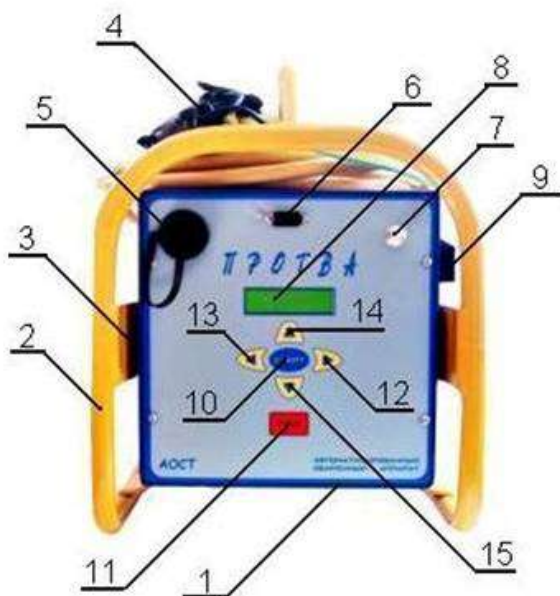

Рис.1. Аппарат «Протва» вид спереди.
10.5. Для записи архива сварных соединений на переносной USB флеш накопитель вставьте флеш накопитель в разъем (п. рис. 1).